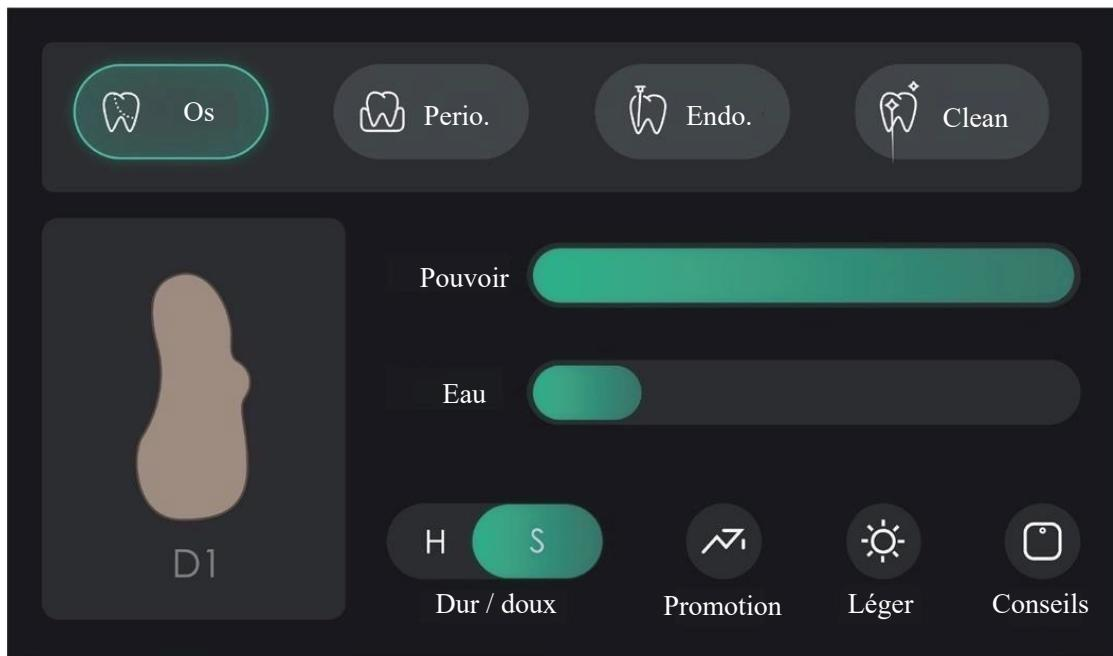

Figure 9
Comme le montre la figure 9, lorsque le nom du mode « os » est sélectionné dans la zone verte, l'appareil est en mode coupe osseuse; Dans ce mode, il y a "puissance" et "quantité d'eau" qui peuvent être réglés par glissement; Où la puissance des niveaux 1 à 10 correspond à la densité minérale osseuse gauche "D4 à D1". Dans cette interface, il y a aussi la touche H / s pour changer la profondeur de coupe des os:
7.2.2 fonction perio (Figure 9)